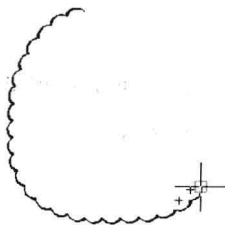

图 3-6-5
(1) 选择菜单命令“绘图/修订云线”，或单击绘图面板名称，展开面板，单击“修订云线”按钮，命令行提示“最小弧长:15 最大弧长:15 样式:普通,指定起点或 [弧长(A)/对象(O)/样式(S)] <对象>”，单击一点确定起点位置。
(2) 命令行提示“沿云线路径引导十字光标...”，移动十字光标，开始绘制修订云线，如图 3-6-5 所示。